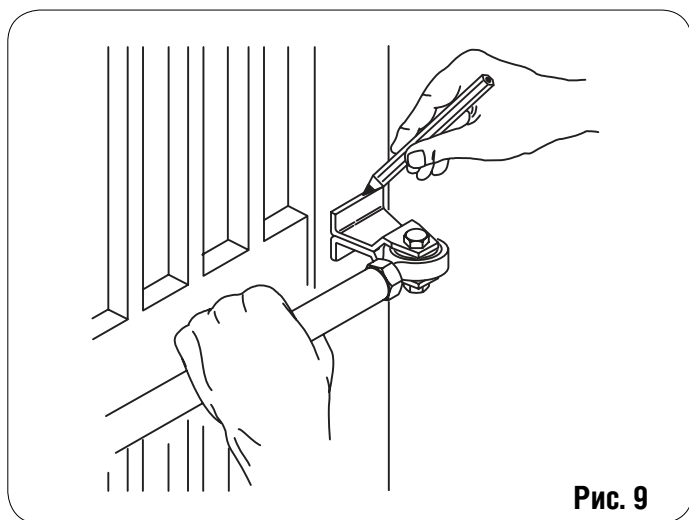

Рис. 9
8) Закройте створку ворот и, удерживая привод точно в горизонтальном положении, определите положение фиксации переднего крепления (Рис. 9) на створке.